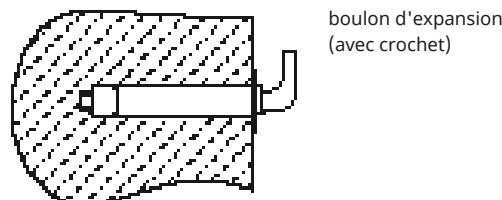

Figure 2
- Après avoir choisi un emplacement approprié, déterminez les emplacements des deux trous qui seront utilisés pour les boulons à expansion avec crochets. Percez deux trous de profondeur et de taille appropriées dans le mur pour correspondre aux boulons d'expansion connectés au chauffe-eau, insérez les boulons, tournez le crochet vers le haut, serrez les écrous pour le fixer, puis accrochez le chauffe-eau électrique dessus (voir Fig. 2 ).